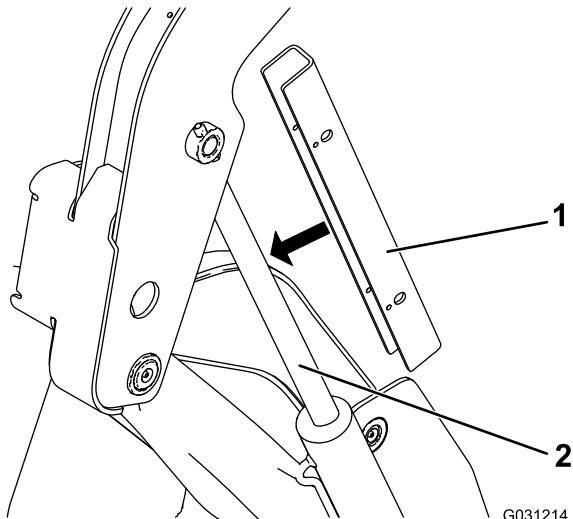

Рисунок 31
- Поместите замок на шток гидроцилиндра подъема (Рисунок 31).